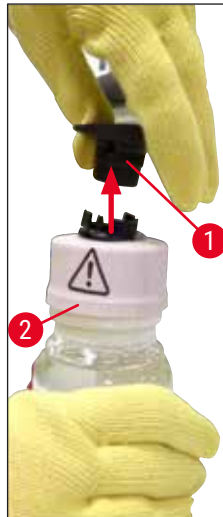

Bild 57
5. Ta ut en ny flaska med monteringsmedel (→ Bild 57) ur förpackningen och ta bort den svarta plasthatten (→ Bild 57-1).